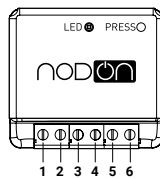

figura 3
- 7 Conecte los terminales de acuerdo con su módulo según el diagrama (ver la figura 3).